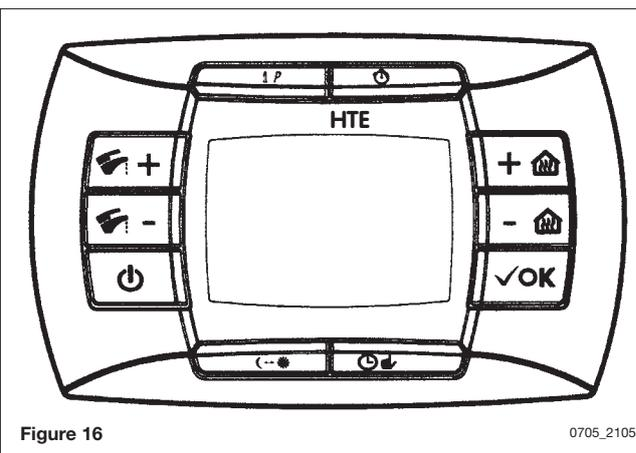

Figure 16
Relier le câble, fourni comme accessoire, au connecteur **X400 (2-5)** du circuit électronique de la chaudière et aux bornes **3-4** de la barrette **M2** (figure 16).
- appuyer et maintenir appuyée la touche  et ensuite appuyer la touche  (voir figure 16).